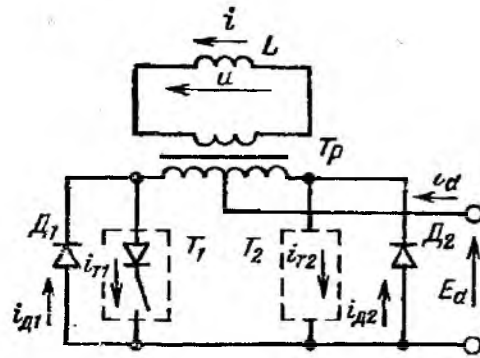

Рис. 11. Схема идеального однофазного инвертора
15. В схеме идеального однофазного инвертора представленной на рис. 11, тиристоры заменены диодами и ключами, соединенными последовательно. Инвертор питает чисто индуктивную нагрузку через трансформатор. Построить кривые токов $i_d, i, i_{D1}, i_{D2}, i_{11}, i_{12}$, и напряжения u и найти средние значения токов диодов и тиристоров, если $E_d = 10$ В, $L = 1$ мГн, $f = 100$ Гц. Трансформатор идеальный, его коэффициент трансформации, отнесенный к одной полуобмотке, равен 1:1.